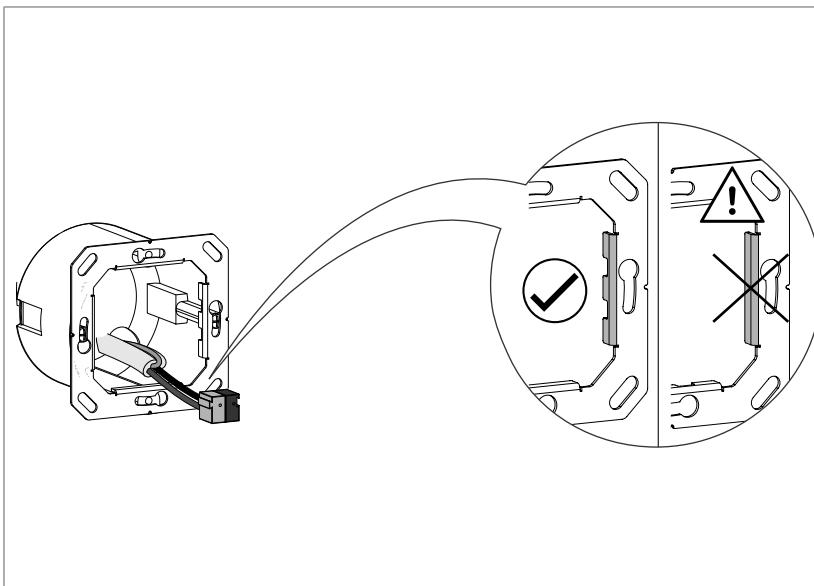

Bild 5: Tragring montieren
- Den Tragring lagerichtig auf eine Gerätedose montieren (Bild 5), dabei die Ausrichtung der Rastung am Tragring beachten.